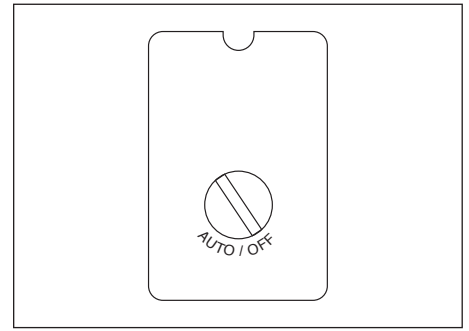

Figure 6
1. Tourner l'interrupteur à la position "OFF" et brancher le cordon d'alimentation (Voir Figure 6).
2. Tourner l'interrupteur à la position "AUTO" pour faire fonctionner le modèle (Voir Figure 6).